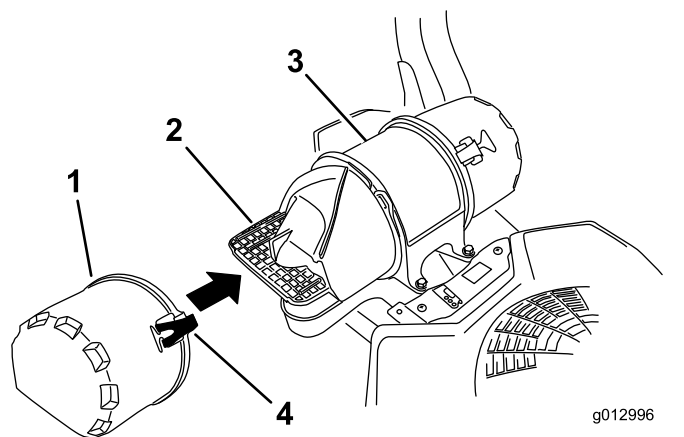

Figura 31
3. Rilasciate i dispositivi di fermo del filtro dell'aria e togliete il coperchio dell'ingresso dell'aria dal corpo del filtro (Figura 31).
5. Montate il coperchio dell'ingresso dell'aria e fissatelo con i fermi (Figura 31).
4. Montate il coperchio del filtro dell'aria e fissate i fermi (Figura 31).